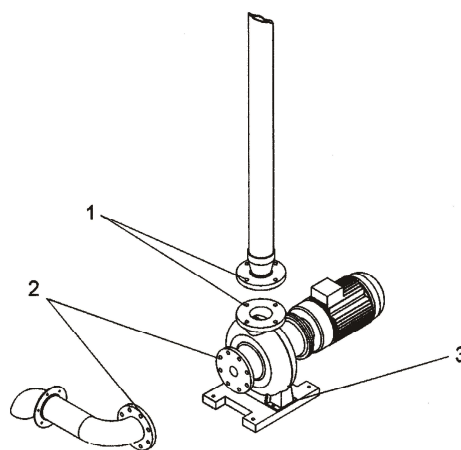

Fig. 22
- b) Dismounting the impulse pump: To dismount the impulse pump disconnect the flanges of the secondary circuit pipe (fig. 22/1), of the suction pipe (fig 22/2) and the bedplate fastening (fig 22/3).
- b) Démontage de la pompe: Pour démonter la pompe, découpler les brides du tuyau du circuit secondaire (fig. 22/1) et du tuyau d'aspiration (fig. 22/2) et les fixations du bâti (fig. 22/3).
- b) Desmontaje de la bomba de impulsión: Para desmontar la bomba de impulsión, desacoplar las bridas de la tubería del circuito secundario (fig. 22/1) y del tubo de aspiración (fig. 22/2) y las sujeciones de la bancada (fig. 22/3).